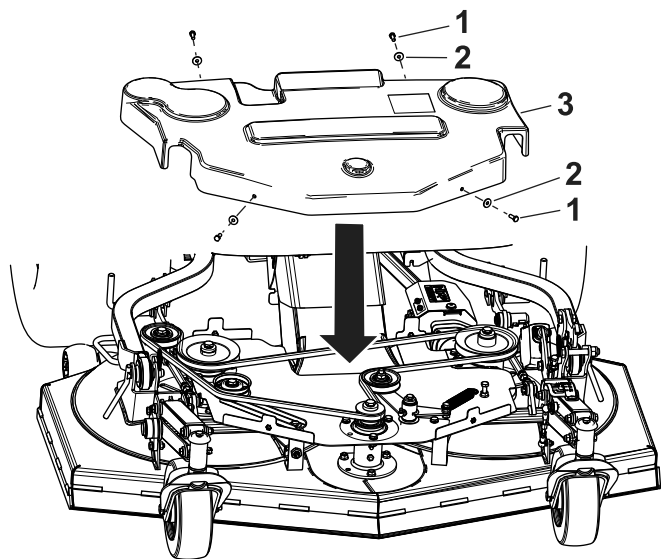

図 93
1. カバー前部からボルト2本とワッシャを外す 図 93。
2. カバー後部からボルト2本とワッシャを外す 図 93。
1. ベルトにカバーを取り付ける 図 93。
2. カバー前部にボルト2本とワッシャを取り付ける 図 93。
3. カバー後部にボルト2本とワッシャを取り付ける 図 93。